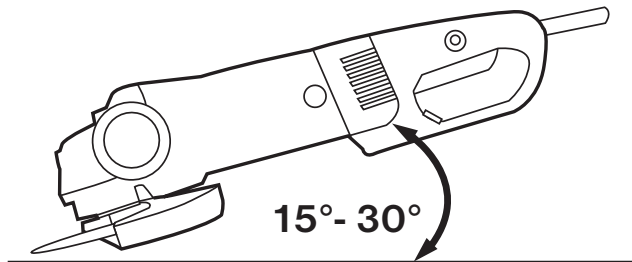

Abb. 18
1. Halten Sie die Schleifscheibe in einem Winkel von ca. 30° auf das Werkstück (Abb. 18).